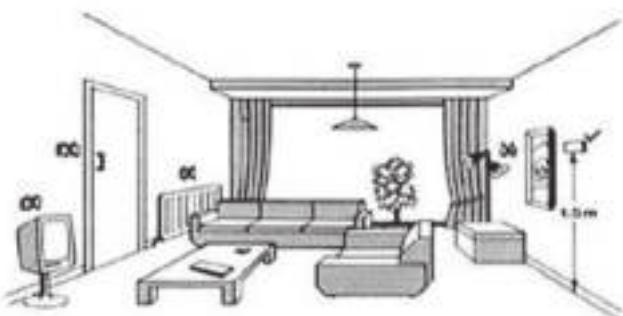

Рисунок 18 - Установка в помещении комнатного терmostата или датчика температуры воздуха
4.4.2 Устанавливать датчик температуры предпочтительнее в жилых помещениях. Место установки датчика согласно рекомендациям – см. рисунок 18. Не рекомендуется устанавливать датчик температуры рядом с климатической техникой, на сквозняках. Исключить попадание прямых солнечных лучей на датчик.